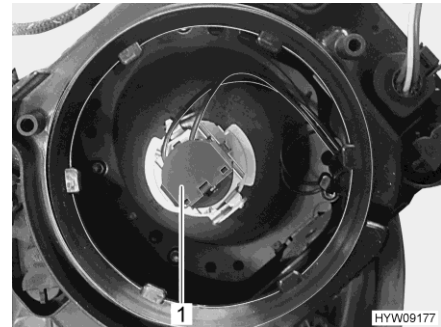

Bild 236 Glühlampe (Abblendlicht/Fernlicht)
- Fassung (Bild 236,1) mit der Lampe entgegen dem Uhrzeigersinn drehen und aus Lampengehäuse nehmen.
- Fassung (Bild 236,1) mit Glühlampe in das Lampengehäuse einsetzen und im Uhrzeigersinn festdrehen. Die Fassung rastet hörbar ein.